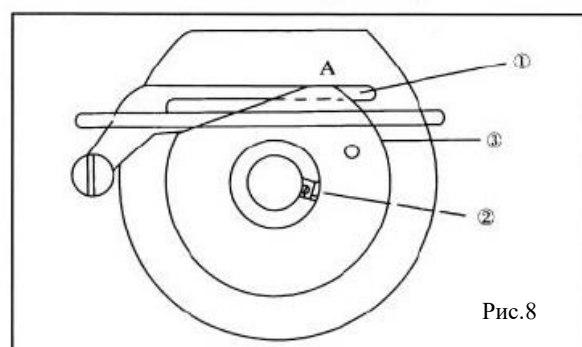

Рис.8
4. Регулировка положения эксцентрика нити петлителя. Рис.8.